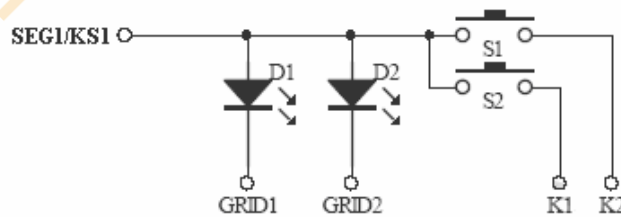

图14
1、在硬件上, 可以将需要同时按下的键设置在不同的K线上面如图14所示